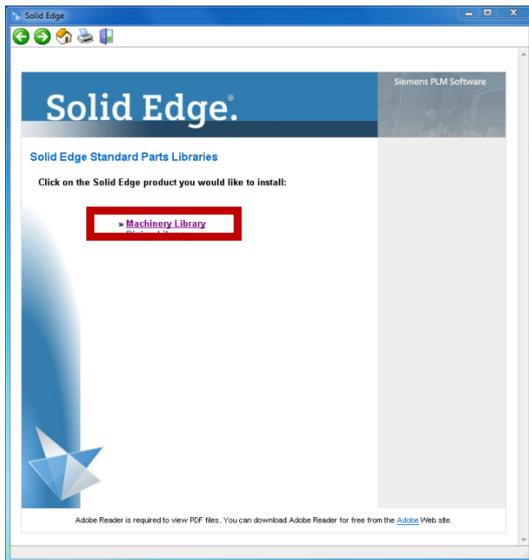

Abbildung 3
1. Starten Sie die Installation der Machinery Library über das Autostart-Menü der Standard Parts Library DVD (Abb. 3)